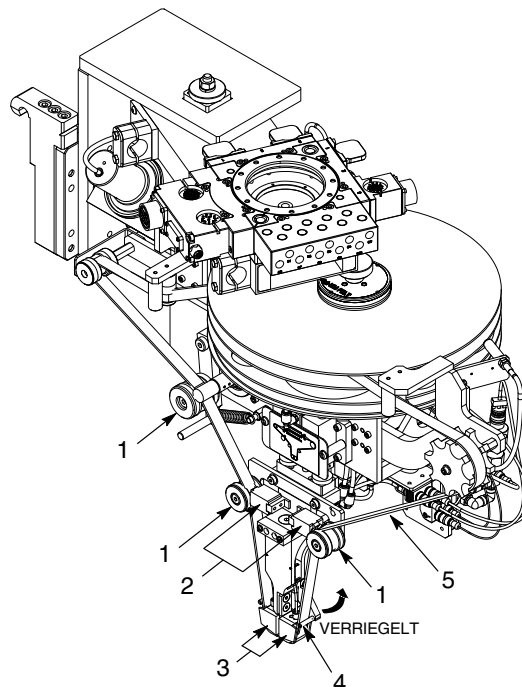
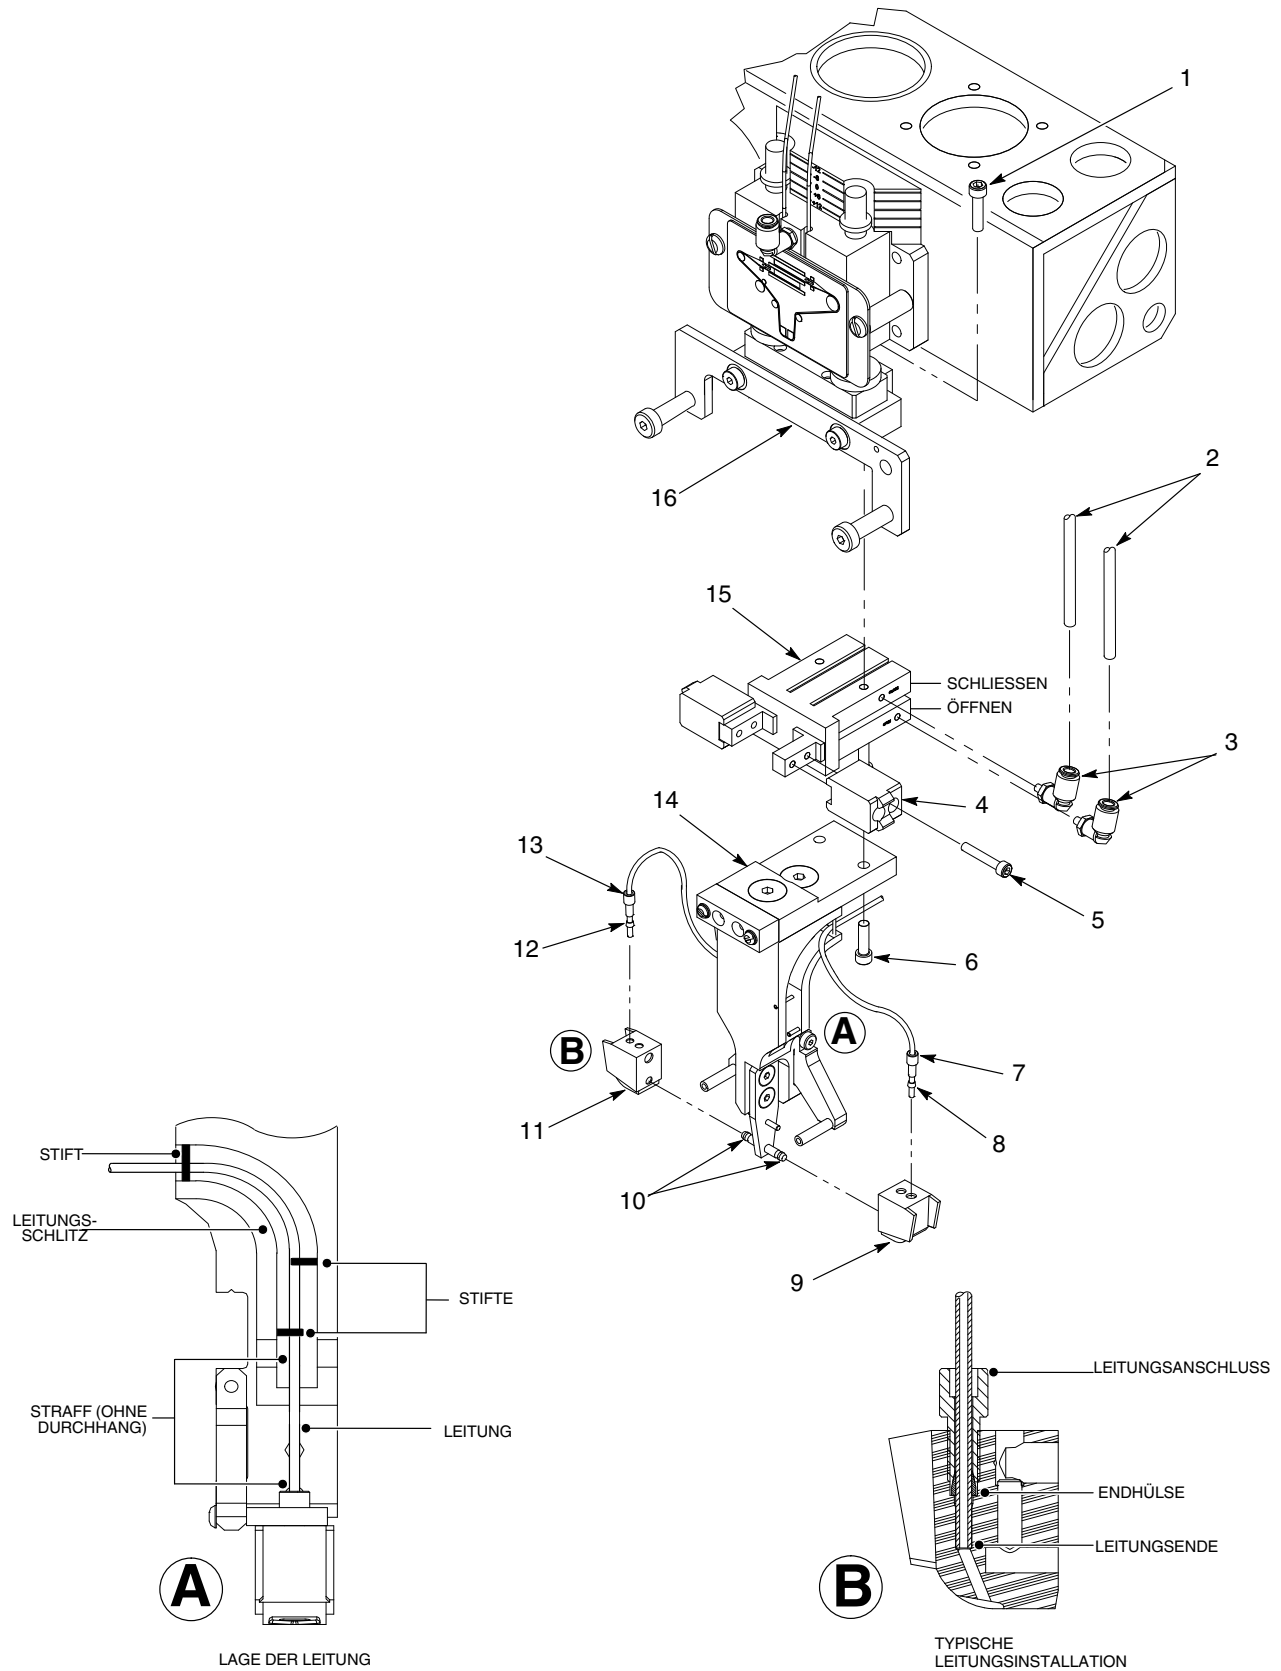

Abb. 8 Filz abnehmen
Abb. 9 Greifer
1. Siehe Abb. 8. Von der Steuerung aus das Verfahren durchführen, mit dem die Greiferblöcke (2) vom Filz (5) gelöst werden.
3. Die Filzsicherung (4) in die entriegelte Position bewegen. Den Filz (5) von den Reibblöcken (3) und Rollen (1) abnehmen.
4. Siehe Abb. 9. Die Reibblöcke (9, 11) von der Auftragskopfhalterung (14) abnehmen.
6. Leitungen (2) kennzeichnen und von den Anschlüssen (3) abnehmen. Anschlüsse vom Greifer (15) abnehmen.
7. Die Schrauben (6) abnehmen, mit denen die Auftragskopfhalterung (14) am Greifer (15) befestigt ist.
8. Die Schrauben (1) abnehmen, die den Greifer (15) an der Gleiterhalterung (16) halten.
9. Die Schrauben (5) abnehmen, mit denen die Filzgreifer (4) am Greifer (15) befestigt sind.
1. Siehe Abb. 9. Loctite 242 auf die Gewinde der Schrauben (5) auftragen. Die Filzgreifer (4) mit den Schrauben am Greifer (15) installieren. Die Schrauben mit 11 ± 1 in.-lb ($1,25 \pm 0,1$ N•m) anziehen.
2. Loctite 242 auf die Gewinde der Schrauben (1) auftragen. Den Greifer (15) mit den Schrauben an der Gleiterhalterung (16) installieren. Die Schrauben festziehen. Anzugsmoment: 48 ± 5 in.-lb ($5,4 \pm 0,6$ N•m).
3. Loctite 242 auf die Gewinde der Schrauben (6) auftragen. Die Auftragskopfhalterung (14) mit den Schrauben am Greifer (15) installieren. Die Schrauben festziehen. Anzugsmoment: 48 ± 5 in.-lb ($5,4 \pm 0,6$ N•m).
4. Anschlüsse (3) am Greifer (15) installieren. Die Leitungen (2) an den Anschlüssen anschließen. Sicherstellen, dass jede Leitung am richtigen Anschluss angeschlossen ist.
5. Rohvaseline auf Stifte (10), Endhülsen (8, 12) und Gewinde der Leitungsanschlüsse (7, 13) auftragen.
7. Die Reibblöcke (9, 11) an der Auftragskopfhalterung (14) installieren.
9. Siehe Abb. 8. Den Filz (5) um die Reibblöcke (3) und Rollen (1) installieren. Die Filzsicherung (4) in die verriegelte Position bewegen.